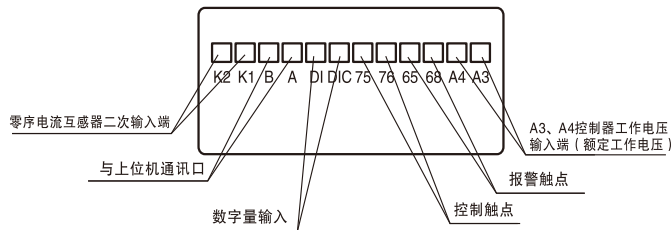

图8
8.1 端口部分：包括额定工作电源端子A3、A4，端口位置状态见图8及表7；